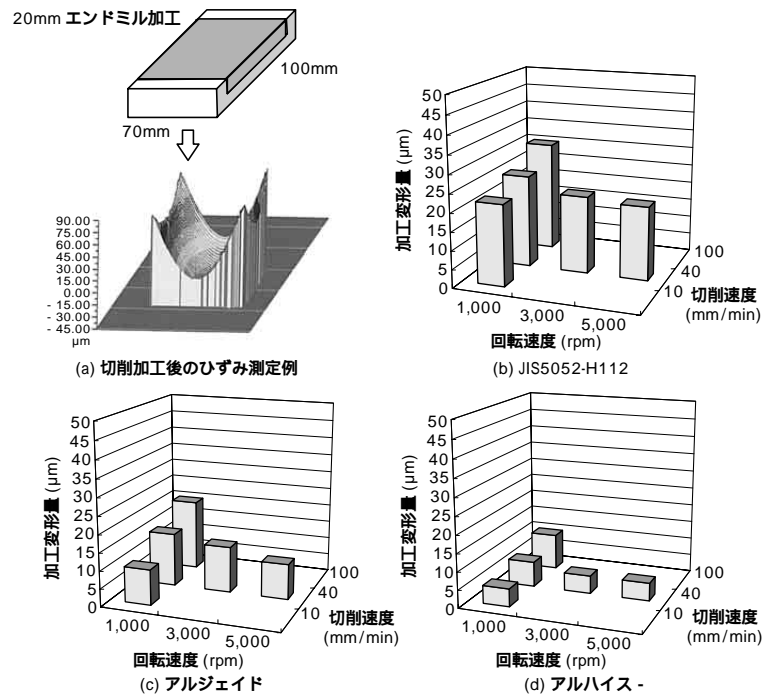

図2 アルミニウム合金厚板の切削加工変形量
1)「アルジェイド」は、JIS5052-H112合金と比べて、板厚精度、平坦度の公差範囲はそれぞれ約1/3以下、1/5以下(表1)に改善されている。また、独自の熱処理を施すことによって圧延工程や加熱冷却工程時に板内部に蓄積される残留応力を低減させている。この効果により、切削加工時の変形が小さくなる(図2)こと
2)「アルハイス - 」は、板厚精度および平坦度を「アルジェイド」よりもさらに向上させており(表1)、表面切削をしなくても素材のまま高精度部材としての使用が可能である。また、切削加工時の変形もJIS5052-H112合金の1/3以下(図2)と極めて小さい。このため、部品加工メーカーでのひずみ対策が不要となり、加工コストの一層の低減を実現させる。